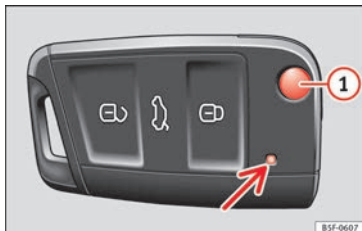
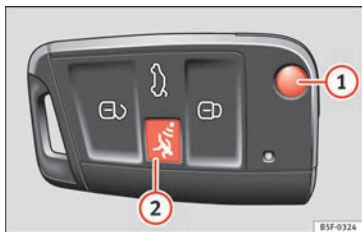

Bild 128 Bilnyckel
Bild 129 Fjärrkontroll med larmknapp
När du trycker på en av bilnyckelns knappar blinkar signallampen » bild 128 (pil) en gång kort, men om knappen hålls ned en längre stund blinkar signallampen flera gånger, som vid bekväm öppning.
Tryck på knappen ① » bild 128 eller » bild 129 för att frigöra och fälla ut nyckeln.
- Om du i snabb följd trycker upprepade gånger på fjärrkontrollens knappar » **bild 128** eller » **bild 129** eller på någon av centrallåsknapparna » sidan 119 inaktiveras centrallåssystemet en kort stund som skydd mot överbelastning. Bilen är i så fall olåst. Lås den vid behov.